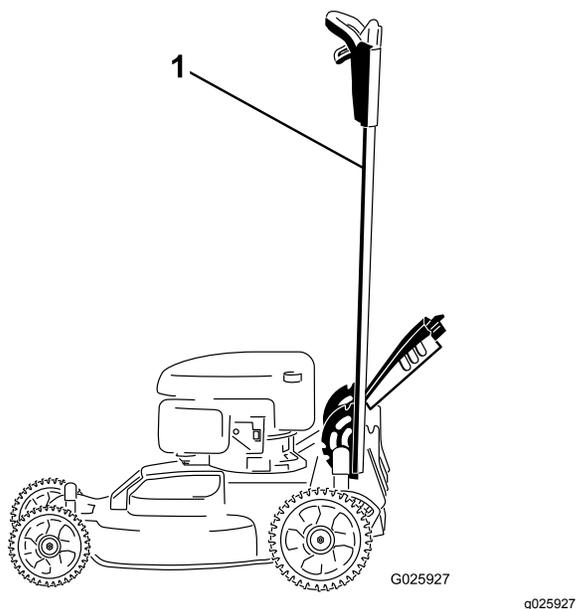

Figura 37
1. Bloccate la stegola in posizione verticale (Figura 37); vedere Regolazione dell'altezza della stegola \(pagina 11\).